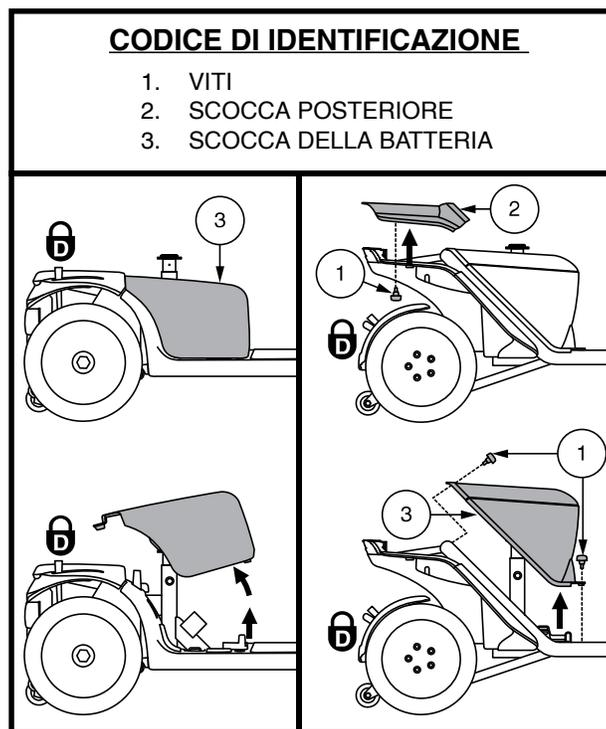

Figura 13. Rimozione/installazione della scocca della batteria
1. Rimuovere il sedile e la scocca posteriore. Vedere figura 13.
- a.) Per il modelli 614 e 714, sollevare la scocca posteriore togliendo le due (2) viti che la fissano al telaio dello scooter e poi sollevare la scocca verso l'alto ed allontanarla dallo scooter. Vedere figura 13.
- b.) Per il modelli 614 e 714, sollevare la scocca del pacco batterie togliendo le quattro (4) viti che la fissano al telaio dello scooter e poi sollevare la scocca verso l'alto ed allontanarla dallo scooter. Vedere figura 13.